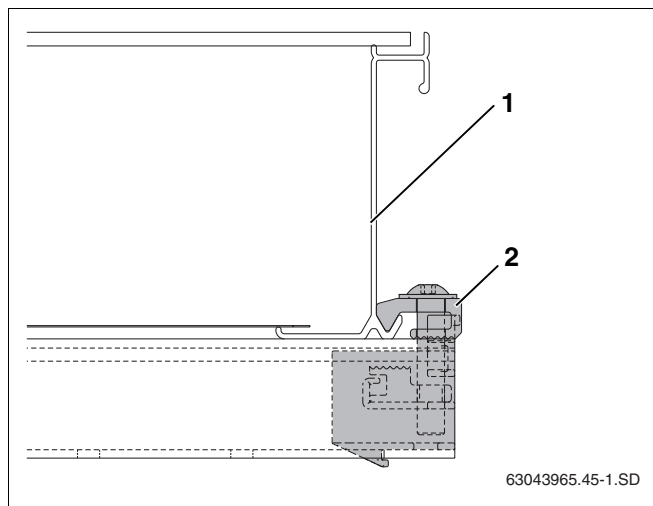

Fig. 47 Giunto di collegamento unilaterale dopo l'avvitamento
- Far scivolare con cautela il collettore (fig. 47, **pos. 1**) contro il giunto di collegamento unilaterale e allinearne orizzontalmente.
- Avvitare il giunto di collegamento unilaterale con la chiave SW5 (fig. 47, **pos. 2**).
Il pressore (fig. 47, **pos. 2**) del giunto di collegamento fa ora presa sul bordo inferiore del collettore.